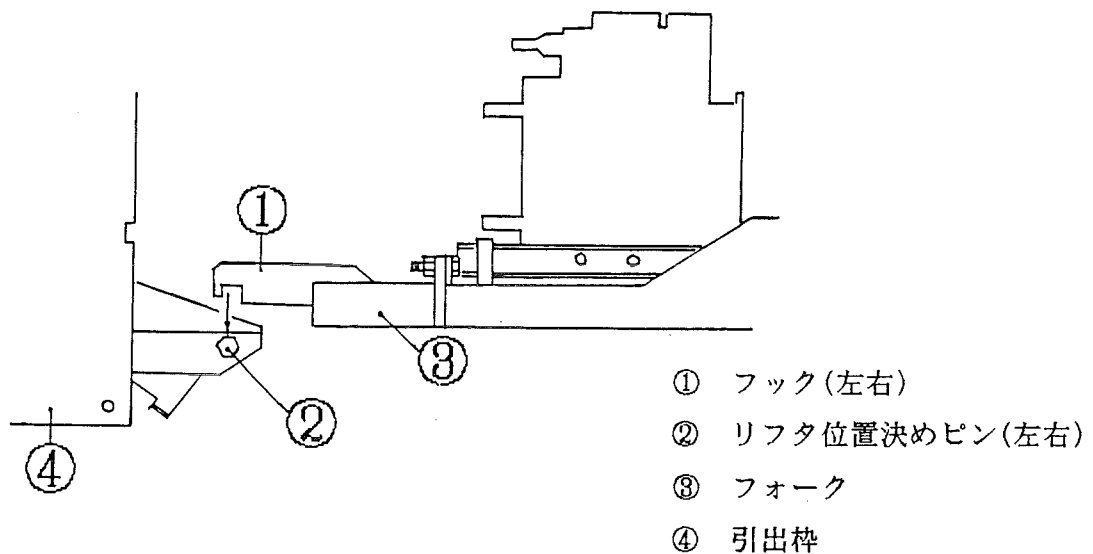

図79
- 9) ウインチハンドルによるフォークの高さ調整とリフター移動による左右の巾調整を行い、左右フック(図79 ①)と引出枠の左右のリフター位置決めピン(図79 ②)に係合させて下さい。
- 3) ウインチハンドルによるフォークの高さ調整とリフター移動による左右の巾調整を行い、左右のフック(図79 ①)と引出枠の左右のリフター位置決めピン(図79 ②)を係合させて下さい。